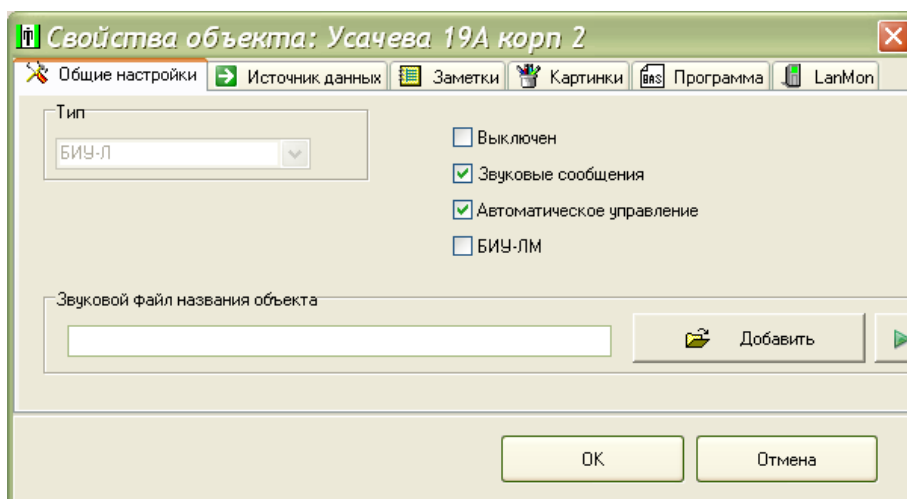

Рисунок 23
2) На вкладке «Общие настройки» установить галочку формирования звуковых сообщений, режим автоматического управления освещением. Снять галочку «Выключен» (рисунок 23).